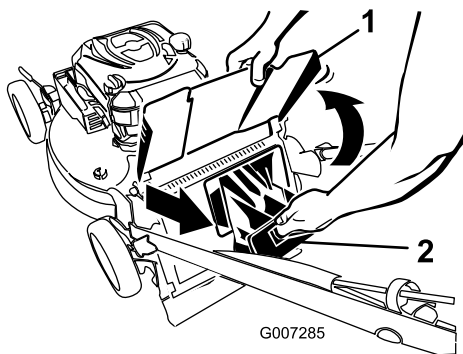

Figure 30
2. Soulevez le déflecteur d'éjection et gardez-le dans cette position (Figure 30).
3. Retirez l'obturateur d'éjection arrière (Figure 30).